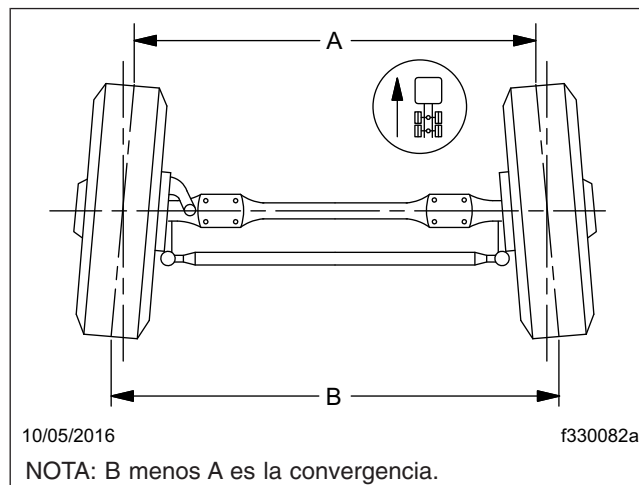

Figura 8, Convergencia de las ruedas (vista desde arriba)
6. Coloque un compás de varas en la parte trasera de los neumáticos delanteros; ubique las puntas del compás a la altura del vástago y ajuste las puntas para que se alineen con las líneas trazadas en la costilla central de los neumáticos delanteros. Vea la **Figura 8**. Fije las puntas en posición. Compruebe que la escala esté ajustada a cero.